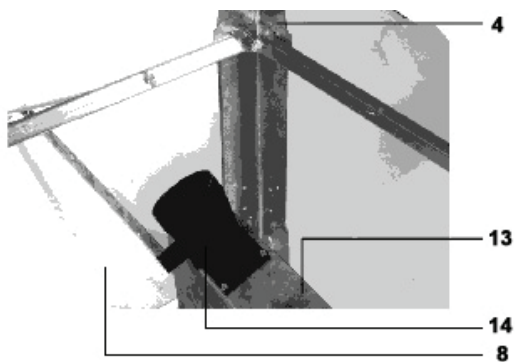

Fig. 8
- Prenez quatre vis à six pans M4x12 et quatre rondelles M4 et montez la pièce 14 sur la pièce 13 (voir fig. 8).